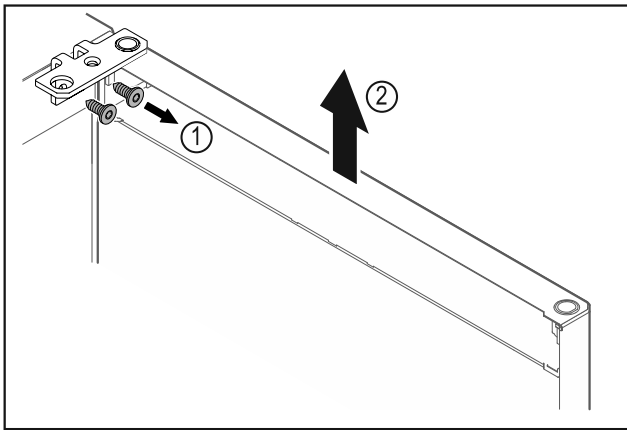

Fig. 12
- ▶ Csavarozza le a csuklópántot Fig. 12 (1).
- ▶ Az ajtót a csuklópánttal Fig. 12 (2) együtt emelje meg felfelé kb. 200 mm-rel, majd vegye le.